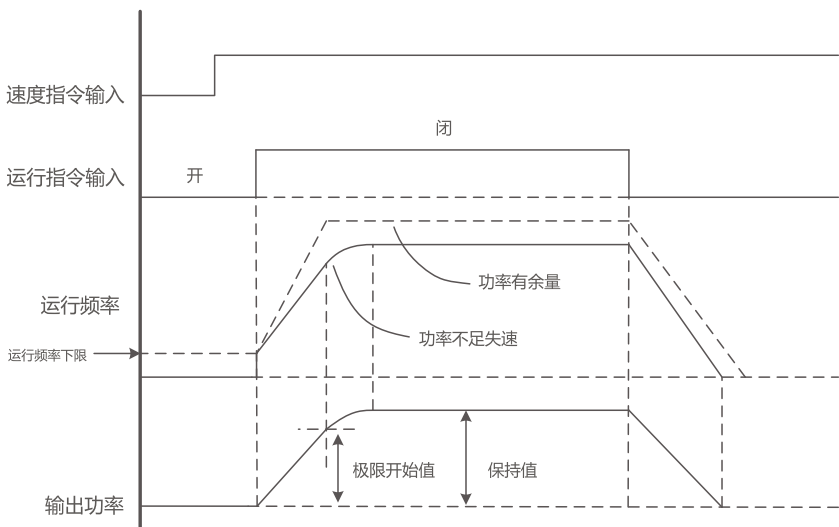

图7-3-7 轻负载增速2功能时序图
变频器在高速恒功率领域自动延长加速速率,或中途停止增速,限制输出功率以调节机械拥有的运行能量,进行机械传动结构保护和最大效率运行。此功能是变频器到达指令的频率指令前,由变频器判断是否加速的功能,在轻负载时按照设定频率指令运行,如图7-3-7。
- (1) 轻负载增速2功能时序图如图7-3-7所示，当系统设定轻载增速2功能有效时，若设定频率大于轻载增速2有效频率，则加速时间为设定值乘以轻载增速2加速时间增益，在整个过程中变频器监视输出功率。
- (2) 电动运行时若输出功率大于轻载增速2电动开始值，则加速速率将进一步缓和，并开始轻载增速2极限时间的计时，此计时在输出功率小于轻载增速2电动开始值时被清除。
- (3) 若输出功率大于轻载增速2电动保持值，或者轻载增速2的计时大于轻载增速2极限时间，则变频器停止增速并维持当前频率继续运行。
- (4) 再生制动时，只有当轻载增速2制动时动作选择=1(有效)时，判定依据替换为轻载增速2制动开始值、轻载增速2制动保持值。
- (5) 当输出功率大于轻载增速2故障检测值时，并且持续时间大于轻载增速2故障检测时间，此时根据轻载增速2故障动作选择的设定来决定变频器的故障状态：报警并自由停止、减速停止或者加速禁止。
- (6) 若设定轻载增速自动速度限制有效，且轻载增速电机特性选择降低电机特性时，在增速区域(输出频率 > 基本频率)时，轻载增速2电动/制动开始值及保持值的设定值会根据输出频率降低，重新计算后的结果为(设定值 \* 基本频率 / 输出频率)，此时轻载增速2功能按照设定频率、轻载增速1最高频率中较小的频率指令进行增速运行。